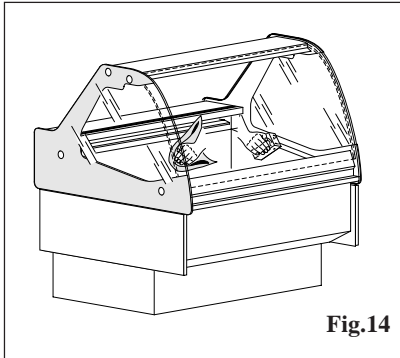

Fig.14
- con una spugna o un panno umidi, usando acqua tiepida e senza detersivi, pulire l'interno della vetrina, come mostrato in Fig.14.
- clean the inside of the display cabinet, using a damp sponge (or cloth) and tepid water, but no detergents (fig.14).
- nettoyer l'intérieur de la vitrine, avec une éponge ou un torchon humide et de l'eau tiède, sans déterfif comme indiqué en fig. 14.
- mit einem Schwamm oder feuchten Lappen das Innere der Vitrine putzen. Verwenden Sie nur lauwarmes Wasser ohne Reinigungsmittel (Abb.14)
- con una esponja o un pano húmedo, utilizando agua tibia y sin deterfivos, limpiar el interno de la vitrina como es indicado en la fig.14.